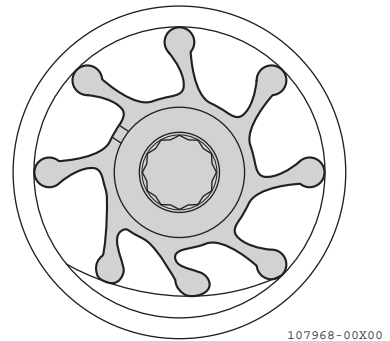

Figura 16
4. Durante l'installazione, posizionare le lame della girante come indicato in figura. (**Figura 16**)